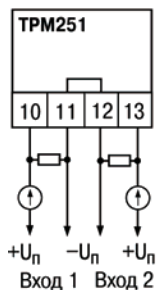

Рис. 6.10
3. Для питания нормирующих преобразователей необходим дополнительный источник постоянного напряжения U_n . На рис. 6.10 показаны схемы подключения датчиков с унифицированным выходным сигналом $4...20$ мА к приборам по двухпроводной линии. Значение напряжения U_n указывается в технических характеристиках нормирующего преобразователя и, как правило, лежит в диапазоне $18...36$ В.